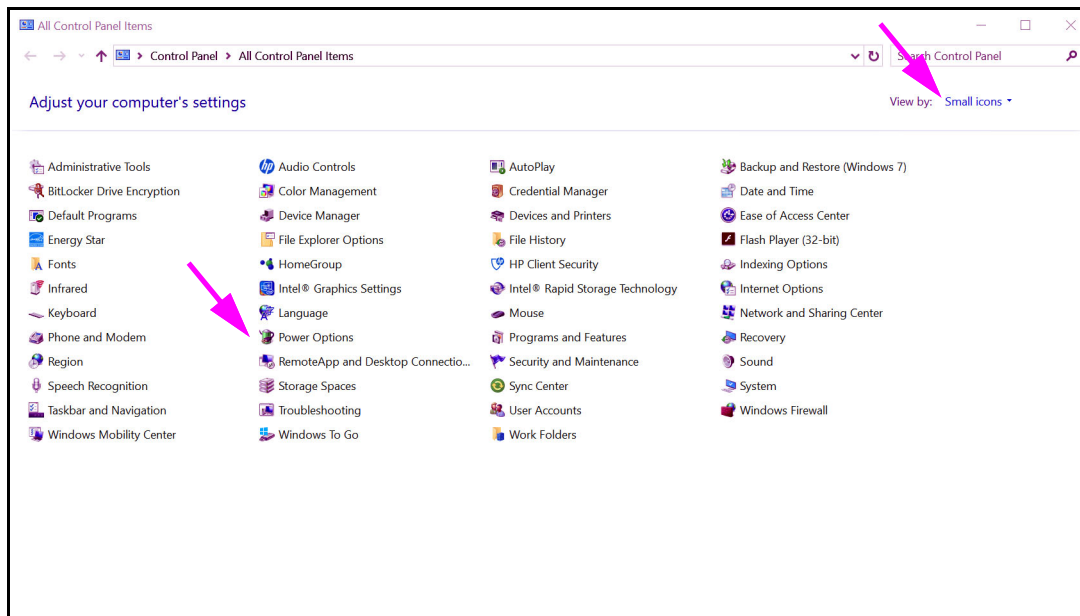

Figura 2-24. Ventana All Control Panel Items (Todos los elementos de Panel de control)
2. Seleccione **Windows System (Sistema Windows) > Control Panel (Panel de control)**. Si la vista está configurada para iconos pequeños, aparece la ventana All Control Panel Items (Todos los elementos de Panel de control), tal como se ilustra en la figura 2-24. Haga clic en **Power Options (Opciones de energía)**.